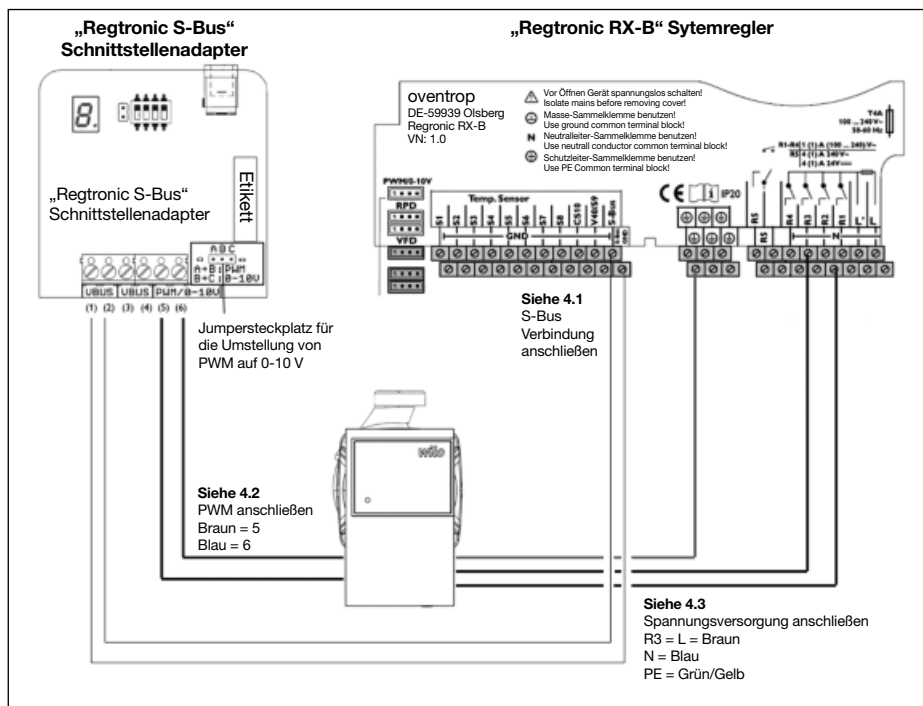

Abb. 5.4 Anschluss-Schema
- 4.1. Gehäusedeckel des Stationsreglers „Regtronic RX-B“ öffnen und den V-Bus Anschluss des „Regtronic S-Bus“-Schnittstellenadapters mit dem S-Bus-Anschluss des Reglers verbinden (Siehe Abb. 5.4), die Verpolung ist beliebig. Anschlusskabel sind im Lieferumfang enthalten.